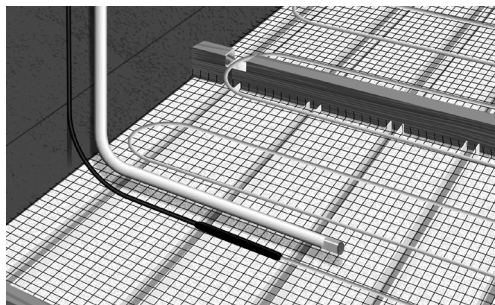

Fig. 17. Placer og fastgør tomrør / gulvføler mellem 2 kabler
8. Montér et tomrør til gulvføleren. Sørg for tomrørets ende er placeret på samme niveau som varmekablet og mellem to sløjfer ca. 50 cm fra væggen. Forsegl enden af tomrøret. (fig. 17).